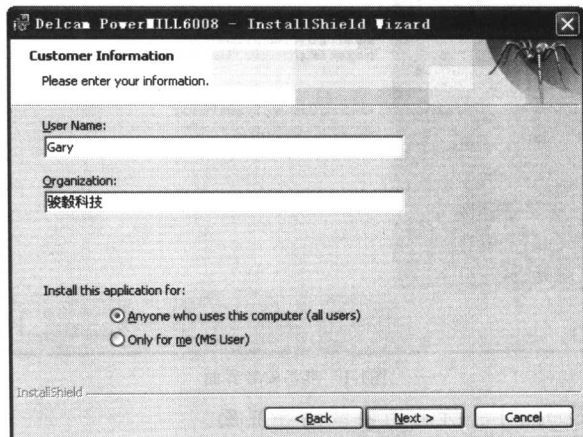

图1-4 客户数据界面
4. 在界面中选择“I accept the terms in the license agreement”选项，单击 **Next >** 按钮，进入如图 1-4 所示的客户数据界面。